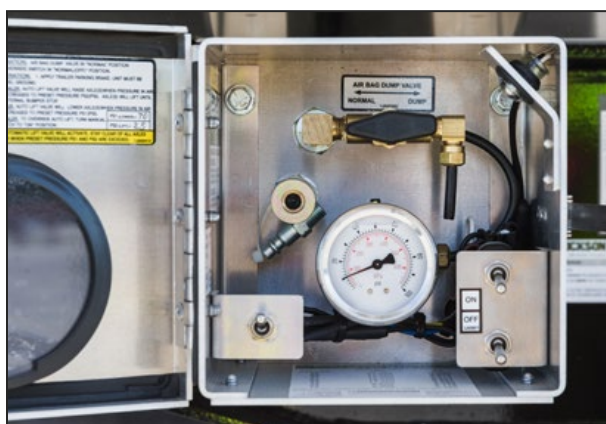

Figure 11 – Boîtier du manomètre à air
1. Toutes les remorques à grains sont équipées d'une suspension pneumatique. L'air doit être complètement évacué de la suspension avant tout chargement ou déchargement, à défaut de quoi les coussins pneumatiques et amortisseurs de la remorque pourraient être endommagés. Le robinet de commande de la suspension pneumatique est un simple robinet demi-tour à tournant sphérique situé dans le boîtier du manomètre à air du côté gauche de la remorque. La Figure 11 montre le robinet situé dans le haut du boîtier, identifié par l'étiquette « Air Bag Dump Valve » (robinet de décharge des coussins pneumatiques).